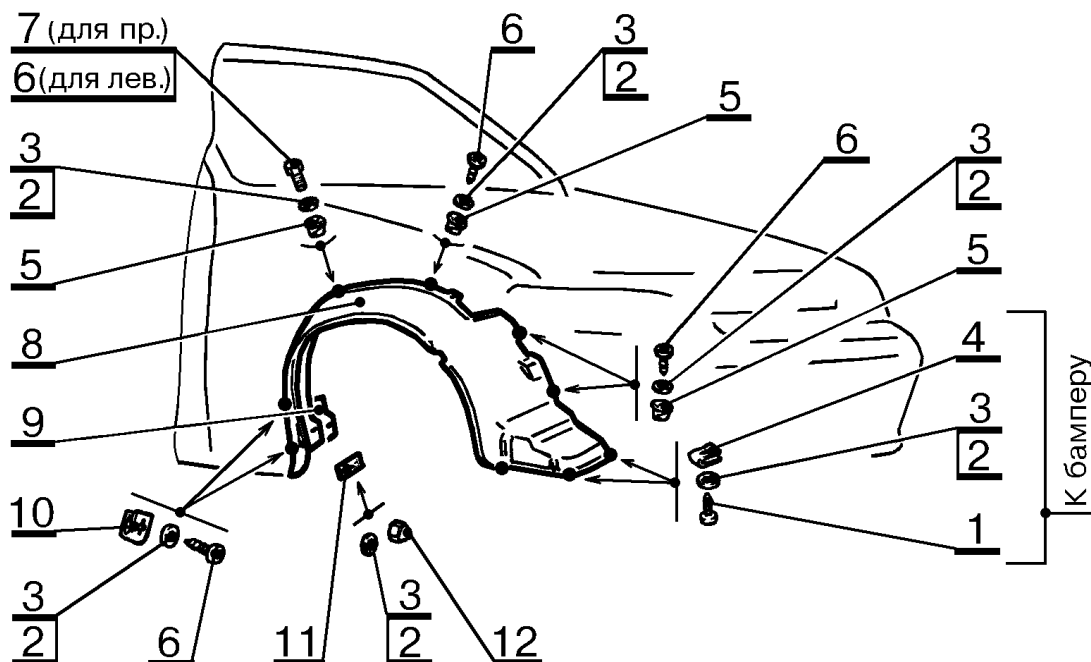

Рис.1. Установка щитка, фартука и планки крепления фартука переднего крыла правого/левого ВАЗ-2114; 2115 на кузове.
3.6 Отвернуть один болт 9, рис.1, и снять шайбу 8, отвернуть семь винтов 1 и снять шайбы 3 крепления переднего крыла. Снять крыло 5 (головка сменная 10, шарнир, удлинитель, ключ-трещотка, рычаг типа 51.1982-6995, отвертка плоская).